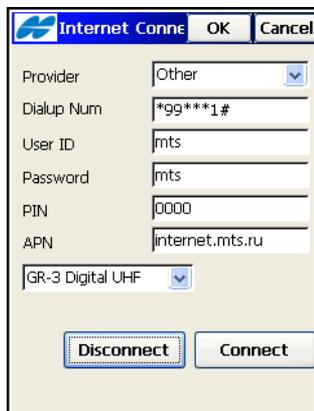

Abbildung 4-46. Internetverbindung
14. Über das rote Symbol  neben der Schaltfläche **OK** im Fenster *Optionen Modem* wird der Bildschirm *Internetverbindung* geöffnet (Abbildung 4-46 auf Seite 4-38).